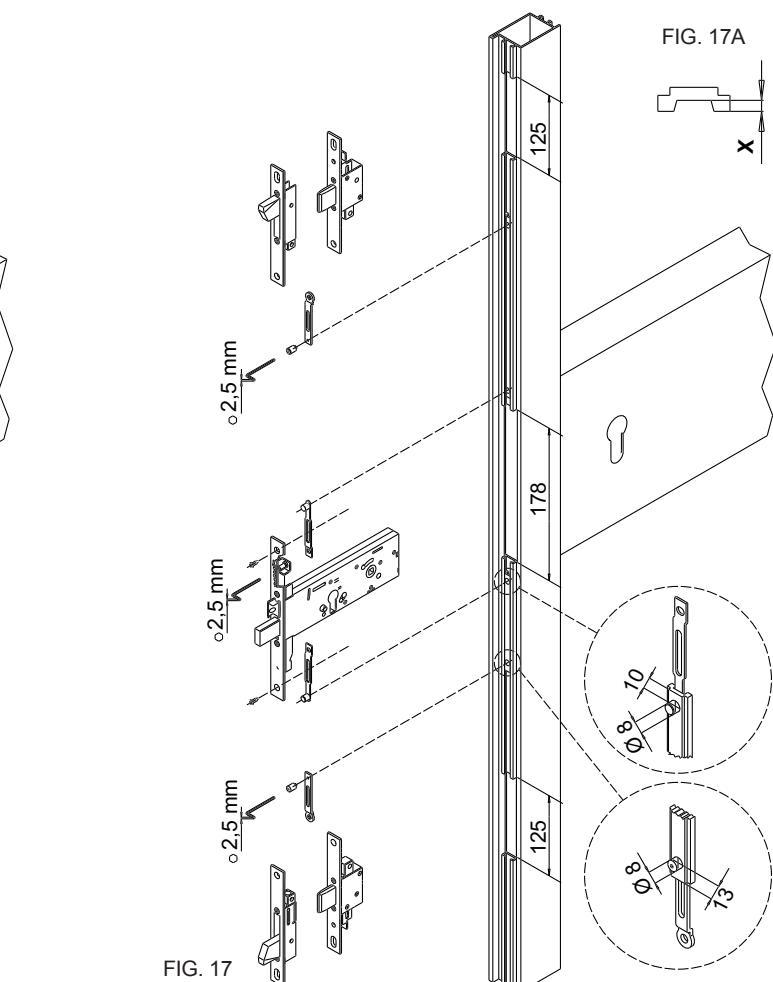

FIG. 17
F) Fasi di installazione con copia deviatori con asta esterne art. 06443.05/26 (Fig. 17).
F) Phases d'installation avec couple de déviateurs avec tiges externes art. 06443.05/26 (Fig. 17).
F) Installation steps with pair of diverting devices with external bolt connectors item 06443.05/26 (Fig. 17).
F) Fases de instalación con par de desviadores con varillas exteriores Art. 06443-05/26 (Fig. 17).